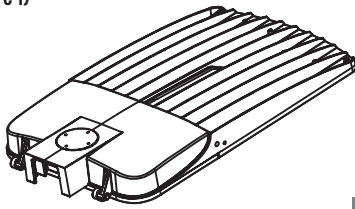

Figure 1
1. Ouvrez le couvercle du luminaire (desserrez les 2 vis). (Figure 1)